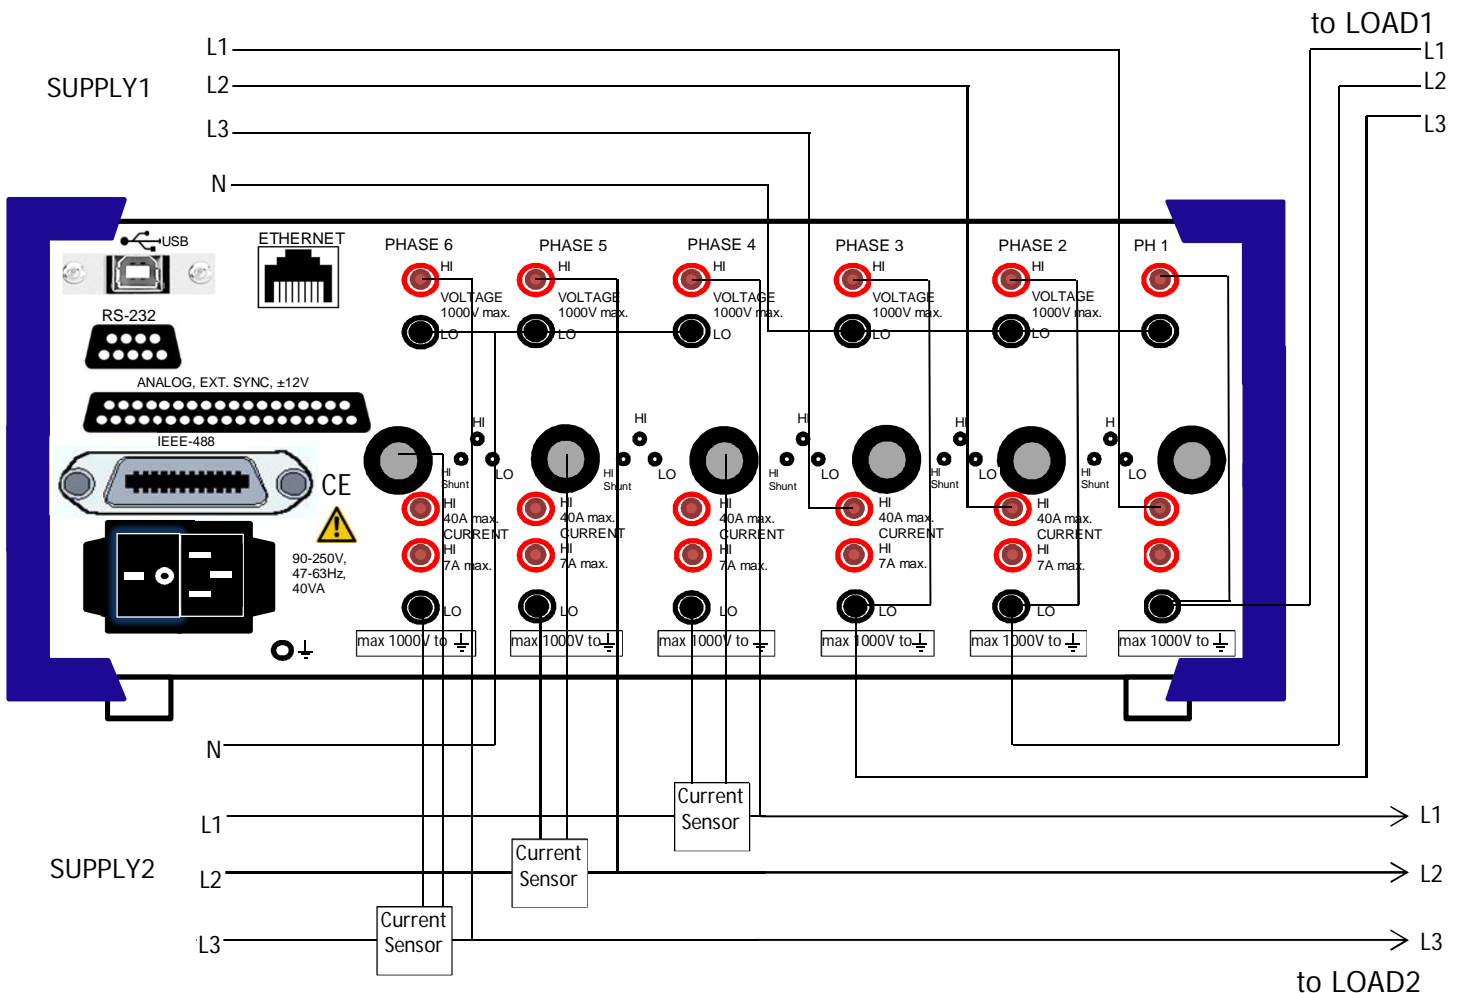

Abbildung 2.3 Leistungsmessung mit drei 30A Stromeingängen und drei 1A Stromeingängen
- Stellen Sie die Verbindungen her wie in Abbildung 2.3 gezeigt. Beachten Sie die Regeln 1 und 2, um positive Leistung auf allen Phasen zu erhalten. Hinweis: rms strom ist positiv, unabhängig von der Richtung.